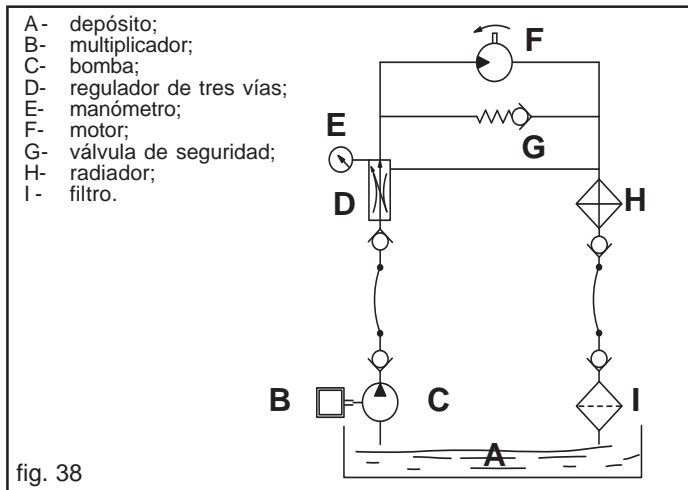

fig. 38
- b) **instalación independiente:** con circuito hidráulico propio (Fig. 38).
Alimentación del aceite: aténgase a los datos del esquema Fig. 38.